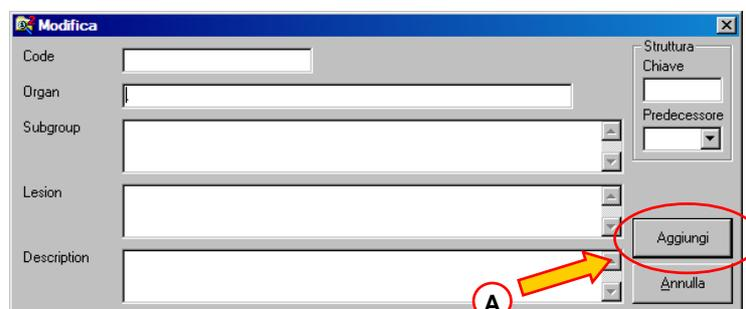

Fig 71
Si aprirà una finestra che permette di inserire tutti i dati necessari (Fig 71).
3. Cliccare il pulsante **AGGIUNGI** sulla finestra (Fig 71 A).